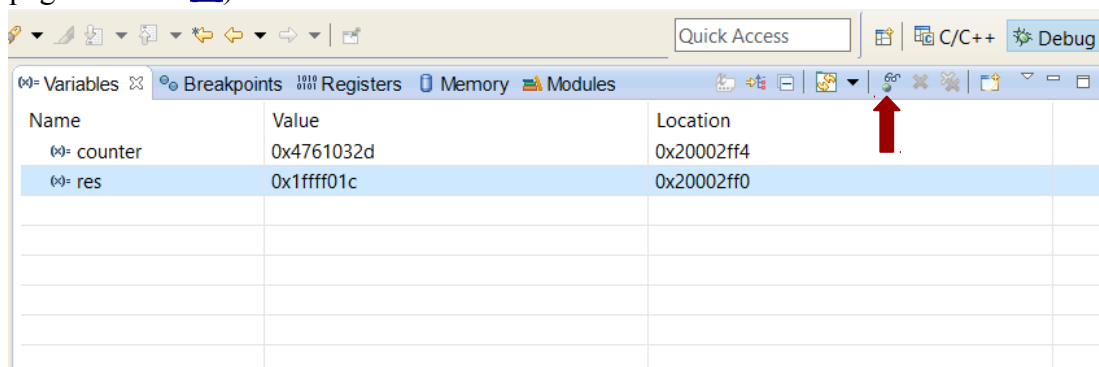

Figura 4: Diferentes *views* na perspectiva de *Debug* padrão: Variables, Breakpoints, Registers, Memory e Modules.
A Figura 4 mostra os *views* disponíveis na perspectiva Debug do IDE CodeWarrior, através dos quais podemos monitorar os valores das variáveis, inclusive a adição das globais pelo ícone destacado com a seta vermelha (na aba Variables, Seção 2.5.3/página 31 em [5]), os pontos de parada setados (Breakpoints, Seção 2.5.1/página 28 em [5]), o conteúdo de todos os registradores dos módulos-periférico do microcontrolador mapeados no espaço de memória (Registers, Seção 2.5.4/página 33 em [5]), o conteúdo de um espaço de memória (Memory, Seção 2.5.6/página 35 em [5]) e os módulos carregados no microcontrolador (Modules, Seção 2.5.7/página 38 em [5]).
- 3.d Variáveis globais:** A existência das variáveis locais está restrita à execução da função em que são declaradas, enquanto as variáveis globais persistem durante a execução do programa. As variáveis globais são exibidas na aba `Variables` somente se forem explicitamente adicionadas (Figura 4). Adicione a variável `teste` na aba `Variables`, conforme as instruções dadas na Seção 2.5.3/página 31 em [5] e insira o seu endereço, como também a unidade de memória física, na tabela do item 3.b.